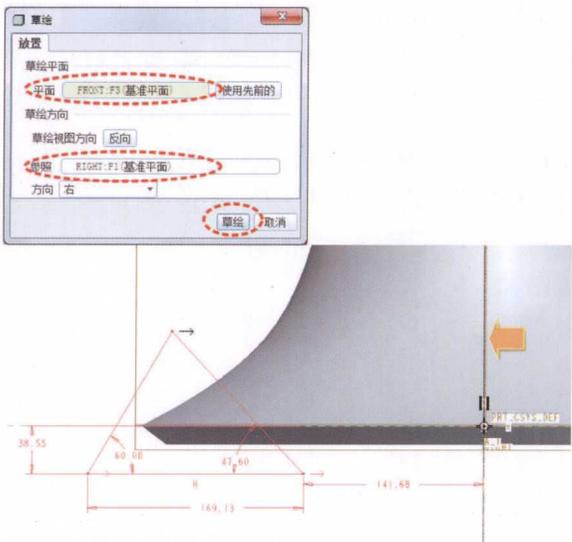

图1-13
(7) 选择“插入”→“拉伸”命令, 在弹出的拉伸特征操作面板中单击“去除材料模式”按钮, 拉伸模式选择对称方式。草绘设置和草绘图形如图1-13所示。